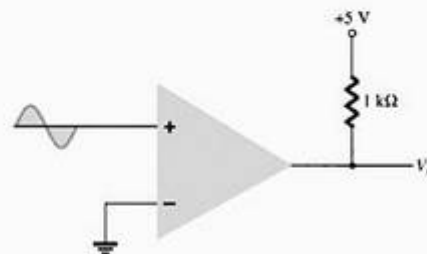

Figura 16.41 Problema 4.
4. Desenhe a forma de onda da saída resultante para o circuito da Figura 16.41.